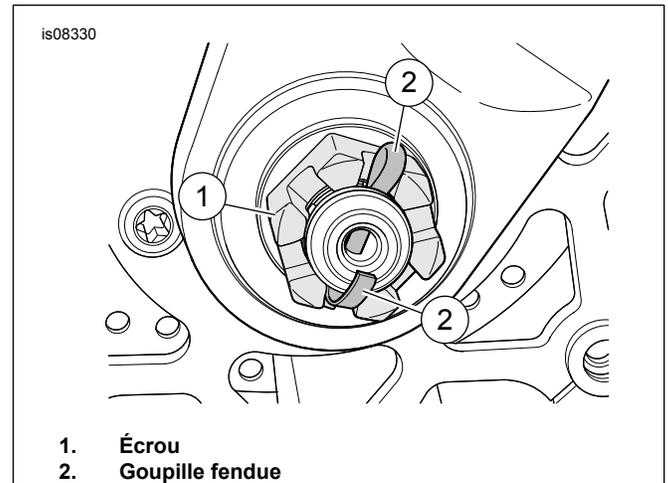

Figure 1. Écrou et goupille fendue
4. **Modèles avec goupilles fendues :** Voir Figure 1. Vérifier que la goupille fendue (2) est placée comme illustrée.